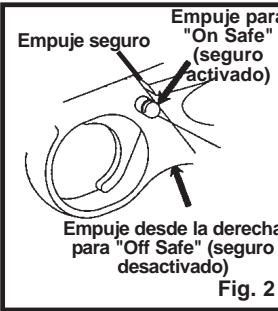

Fig. 2
- Empuje el seguro desde el lado izquierdo introduciéndolo por completo (Fig. 2). El seguro no está "ON SAFE" (activado) a menos que se haya presionado completamente hacia adentro y no se vea el anillo ROJO que está alrededor del lado izquierdo del seguro.